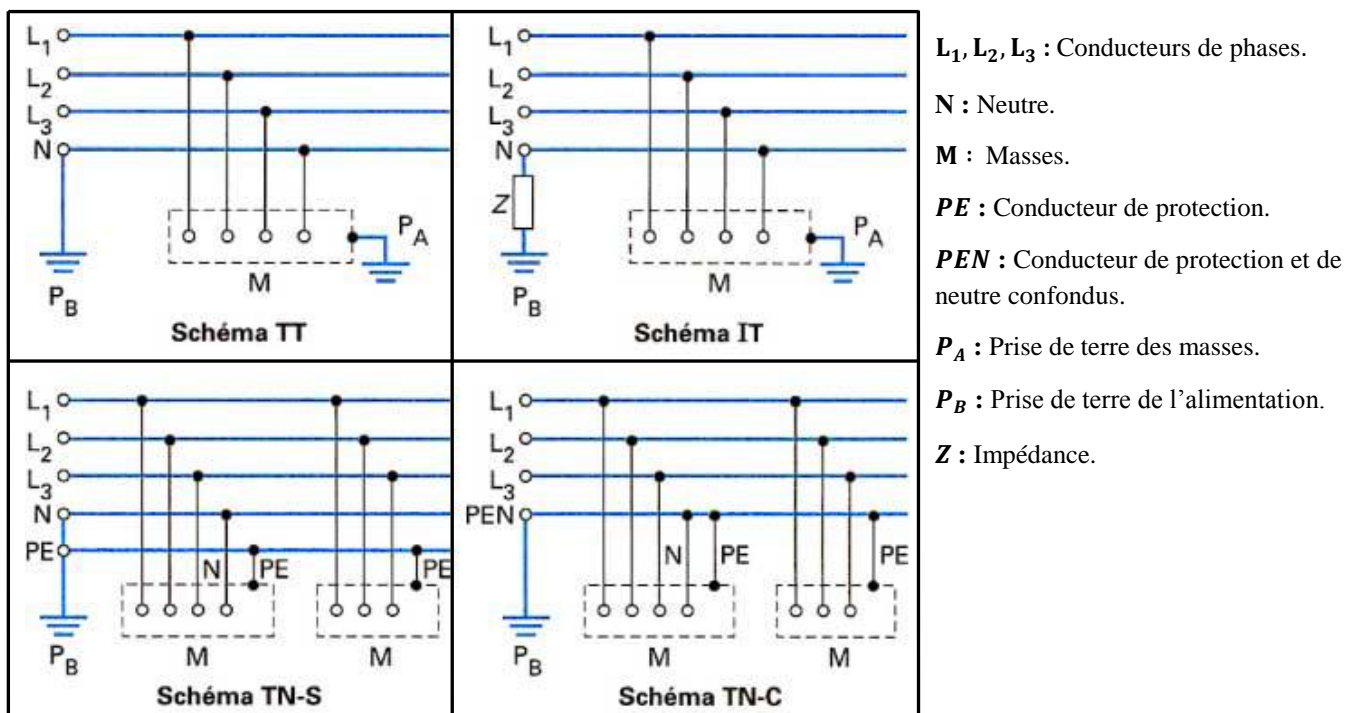

Fig.3.1. Régimes de neutre.
3.1. Définitions des régimes de neutre : Les différents schémas de distribution en basse tension (figure 3.1) sont codifiés par les lettres suivantes :